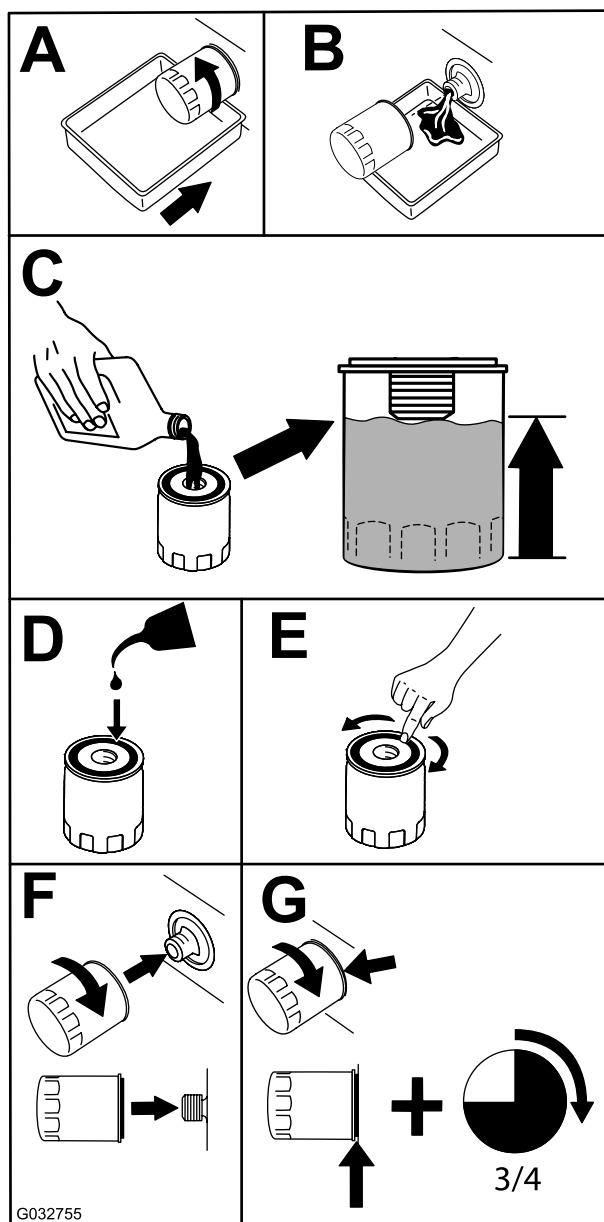

Figura 42
2. Înlocuiești filtrul de ulei de motor (Figura 42).